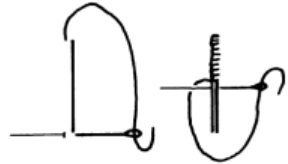

Рис. 290
### **ОБМЕТНАЯ ВОЗДУШНАЯ ПЕТЛЯ ДЛЯ КРЮЧКА (РИС. 290)**
3. Протяните несколько нитей (2–4 в зависимости от нужной толщины) на длину, равную почти двойной ширине крючка (рис. 290).